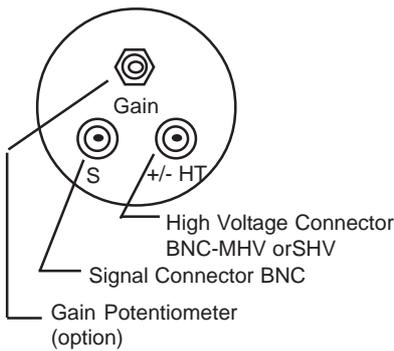

Figure 1 Pont Diviseur Single
- 2) À l'aide d'un câble coaxial, raccordez l'alimentation haute tension (800 à 1300 volts) au connecteur SHV (ou BNC ou MHV), voir *Figure 1*. Respectez la polarité repérée sur le connecteur SHV: «+/- HT». Le connecteur SHV est reconnaissable à sa longueur totale et le connecteur MHV à son isolant intérieur en Téflon dépassant celui du connecteur de signal. Pour une valeur typique de HT, reportez-vous au rapport de contrôle fourni avec votre détecteur.
- 3) Reliez le système électronique au connecteur de signal BNC (repère «S») en utilisant de nouveau un câble coaxial comme indiqué sur la *Figure 1* (nous recommandons de ne pas utiliser un câble d'une longueur supérieure à 20 mètres).